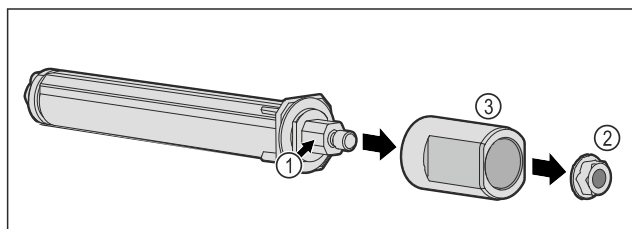

Fig. 53
- No desmontar el sistema de cierre de puertas Fig. 53 (1).
- Retirar la tuerca Fig. 53 (2).
- Retirar el manguito Fig. 53 (3).